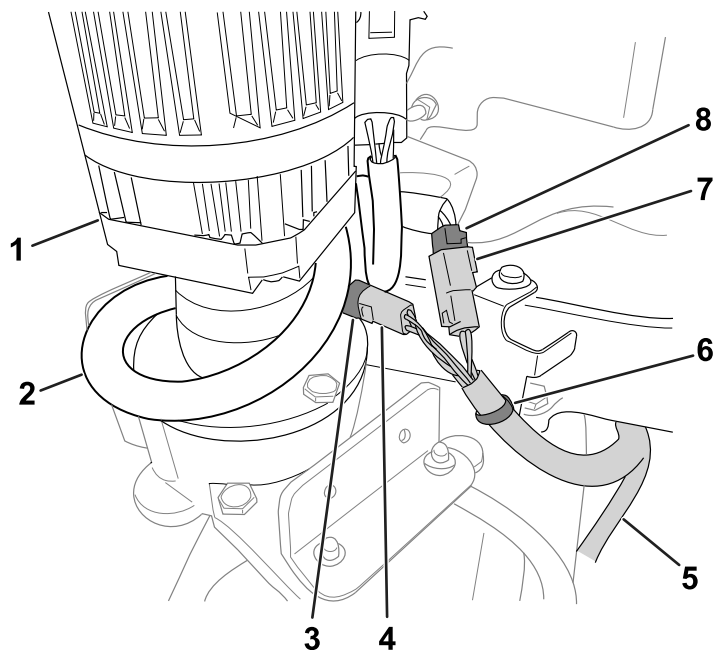

図 6
3. 残りのギアボックスワイヤーハーネスコネクタをステアリングモーターに向けて配線する(図 6)。
4. プッシュマウントを所定の位置に残したまま、マシンハーネスをブラケットに固定しているタイラップを切る(図 6)。タイラップを廃棄する。
5. ギアボックスコネクタをマシンのワイヤーハーネスコネクタに接続する(図 6)
6. ワイヤーハーネスの余り部分は、図 6 のようにステアリングモーターにゆるく巻き付ける。
7. キットに付属のタイラップを使って、図 6 に示すようにギアボックスハーネスをプッシュマウントに固定する。